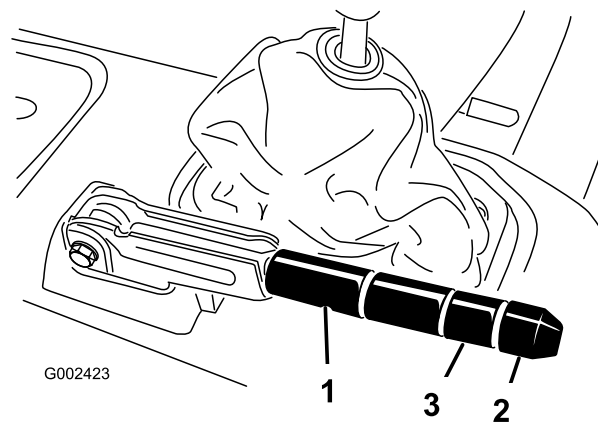

Рисунок 63
2. Ослабьте установочный винт, который крепит головку к рычагу стояночного тормоза (Рисунок 63).